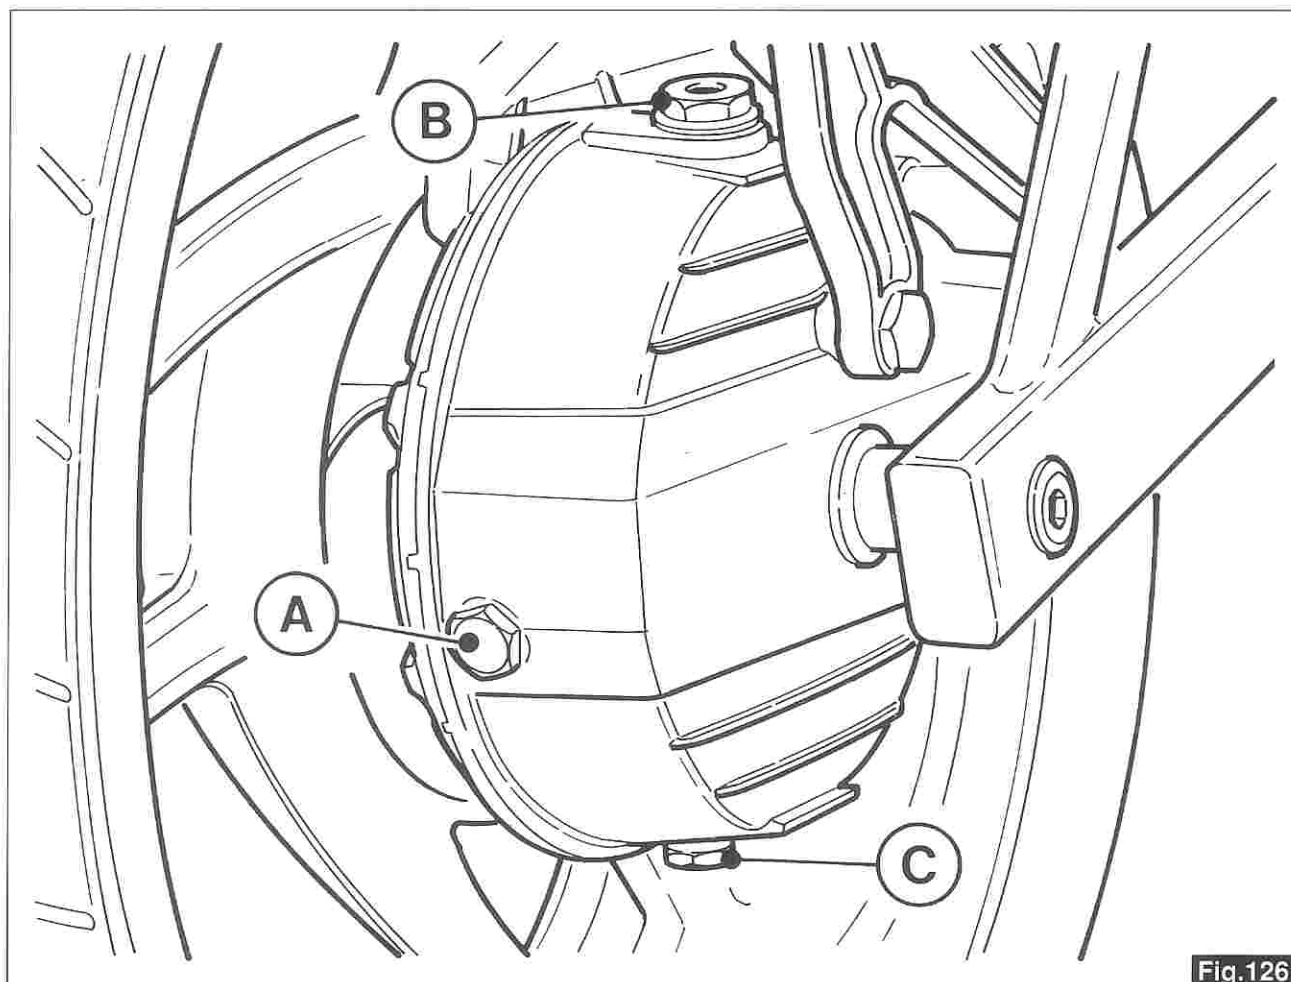

Fig.126
13.1 LUBRIFICAZIONE SCATOLA TRASMISSIONE POSTERIORE (fig.126)
13.1 REAR DRIVE BOX LUBRICATION (fig.126)